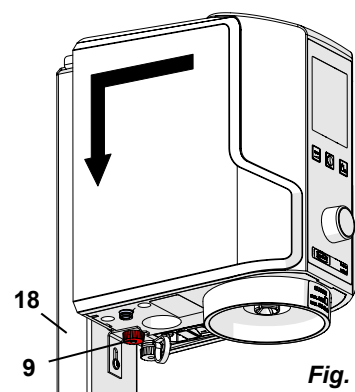

Fig. 3
- ⇒ Fissare l'apparecchio con il dado zigrinato (9, Fig. 3).